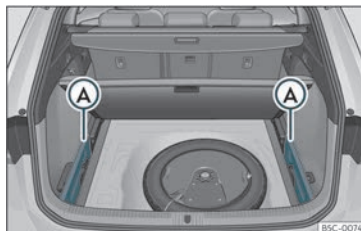

Fig. 120 Na bagageira: alojamento para guardar a chapeleira enrolável.
- Retire as tampas esquerda e direita >>> Fig. 120 ①.